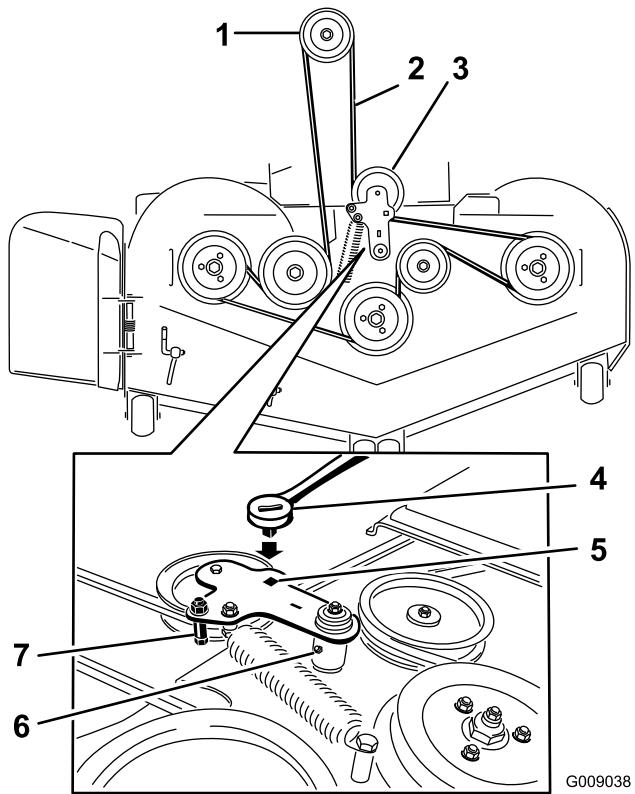

図 58
5. アイドラー臂についている四角い穴にラチェットを差し込んで、てこの原理でアイドラスプリングのテンションをゆるめる図 58。
7. 図 58にあるように、スプリング付きのアイドラー臂についているベルトガイドを外す。
9. 新しいベルトをデッキのプーリ、およびエンジン下のプーリに取り付ける図 58。
10. 図 58にあるように、ベルトガイドを取り付ける。
11. 四角い穴にラチエットを差し込んで、アイドラスプリングを取り付ける図 58。スプリングの各端部をアンカー溝にきちんと嵌めること。